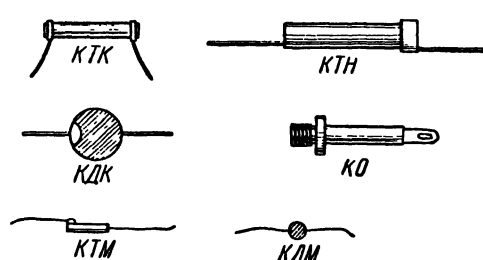

Рис. 6. Керамические конденсаторы постоянной емкости.
**Керамические конденсаторы** (рис. 6) выполняются в виде пластинок, трубок или горшков, на обеих поверхностях которых наносится слой металла, выполняющий роль обкладок. Высокая стабильность емкости во времени у этих конденсаторов объясняется отсутствием между твердым диэлектриком и обкладками воздушной прослойки.